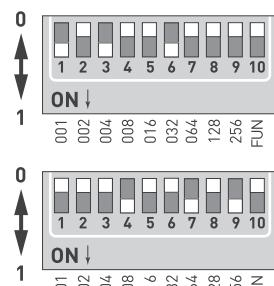

Рисунок 2. DIP-переключатели
- 3.7. Установите DMX-адрес декодера при помощи DIP-переключателей, расположенных на корпусе декодера (см. рис. 2). Каждый декодер использует 1 DMX-адрес. Адрес равен сумме чисел, соответствующих включенными DIP-переключателям 1-9. Максимальным значением адреса является 511.